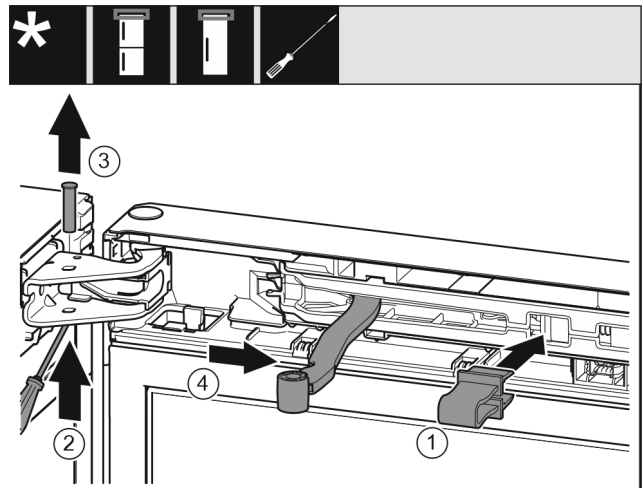

Fig. 13
- ▶ Pattintsa be a biztosítékot Fig. 13 (1) a nyílásba.
- ▶ Tolja ki a csapszeget Fig. 13 (2).
- ▶ Vegye ki felfelé a csapszeget Fig. 13 (3).
- ▶ Forgassa az ajtó irányába a csuklót Fig. 13 (4).